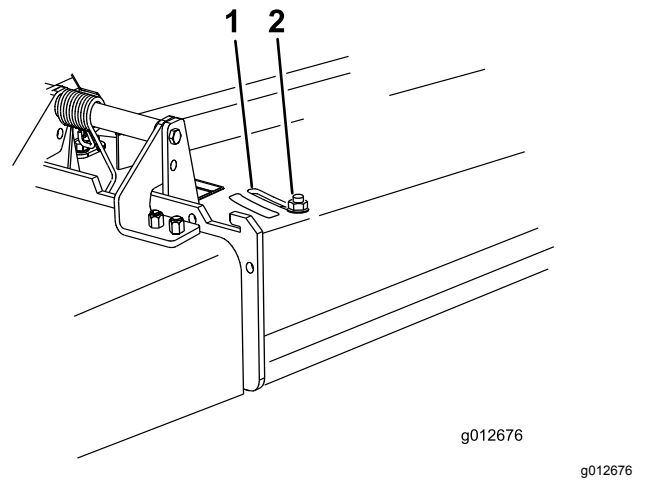

Bild 28
3. Lösen Sie die Mutter, um das Ablenkblech einzustellen (Bild 28).